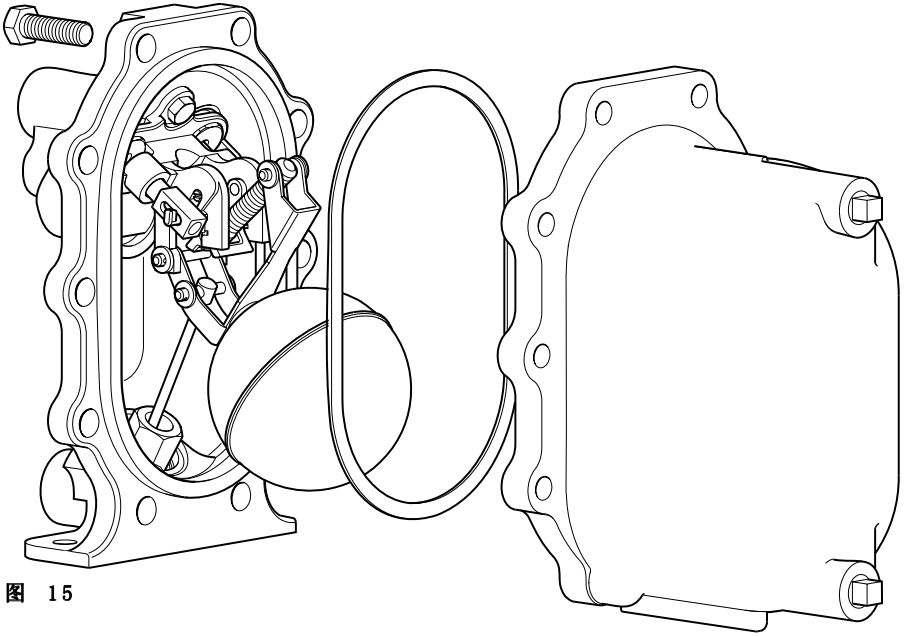

图 15
1. 拆下阀盖上所有接口。用19 mm A/F 扳手拆除阀盖螺栓，然后从泵体内小心取出阀盖组件（需要最小值为225mm的拆除距离）。把阀盖组件固定在工作台，避免接触垫圈表面。（见图 15）。